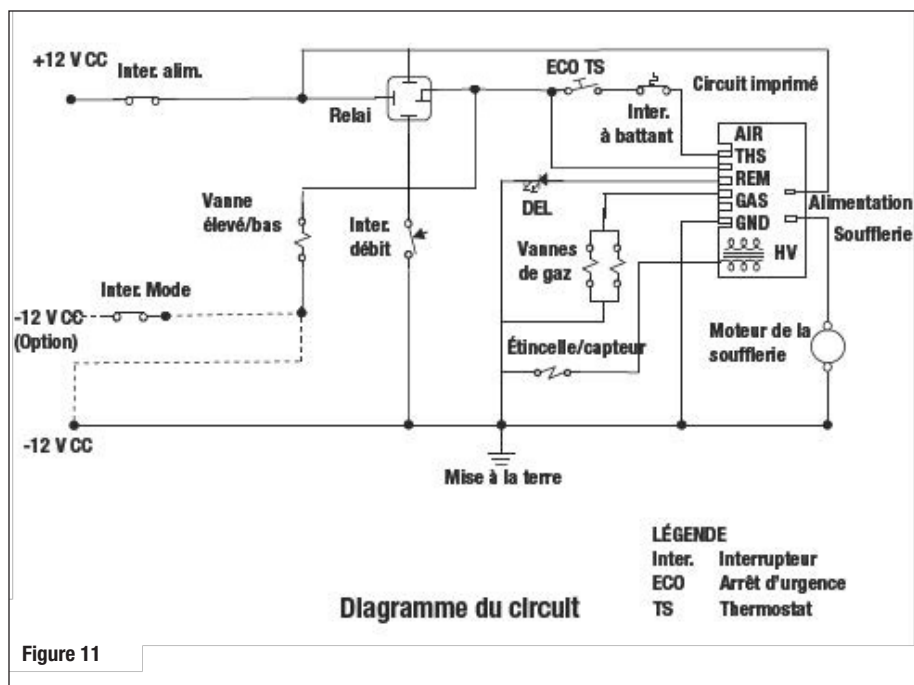

Figure 11
- 3. Figure 11 :** Diagramme du circuit pour illustrer la logique de contrôle et la fonction de chaque composante électrique.